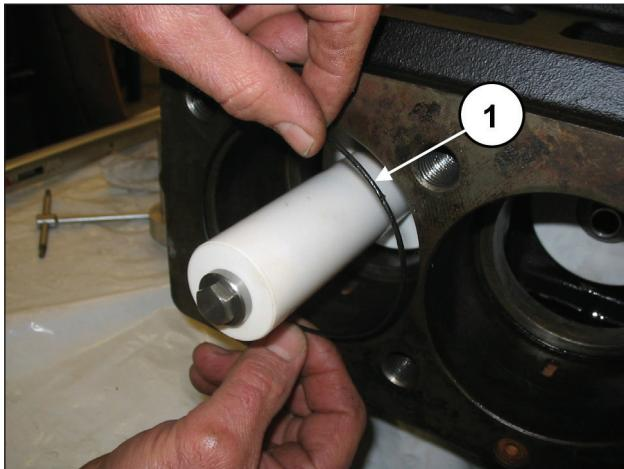

图184
将O形圈插入泵壳内（部件号①, 图184），然后插入预先组装好的缸套/密封圈底座单元（连同该O形圈），直至到底（①, 图185）。